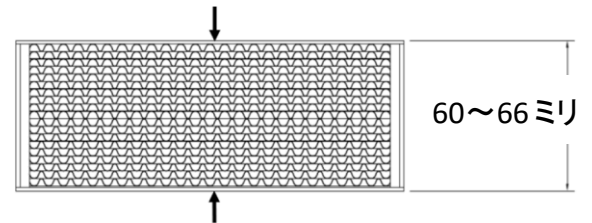

図 8. コンバスター:寸法の目安
8. 多少の歪みや変形は使用年数に応じて生じますが、コンバスターがしっかりと納まっていれば問題はありません。変形が許容範囲かどうかは下図の寸法を目安にしてください。(図8. 参照)
多少の歪みや変形は使用年数に応じて生じますが、コンバスターがしっかりと収まっていれば問題はありません。変形が許容範囲かどうかは上図 8. の寸法を目安にしてください。